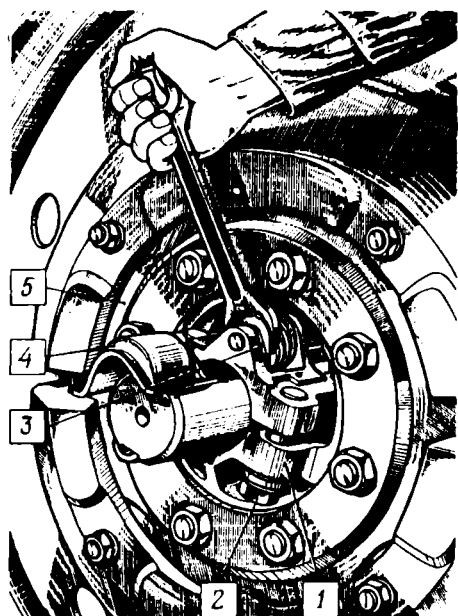

Рис. 26. Регулировка колеи задних колес:
- а) поднимите домкратом заднюю часть трактора до отрыва колес от грунта; отверните болты крепления и снимите крышку 4 (рис. 26) винта;